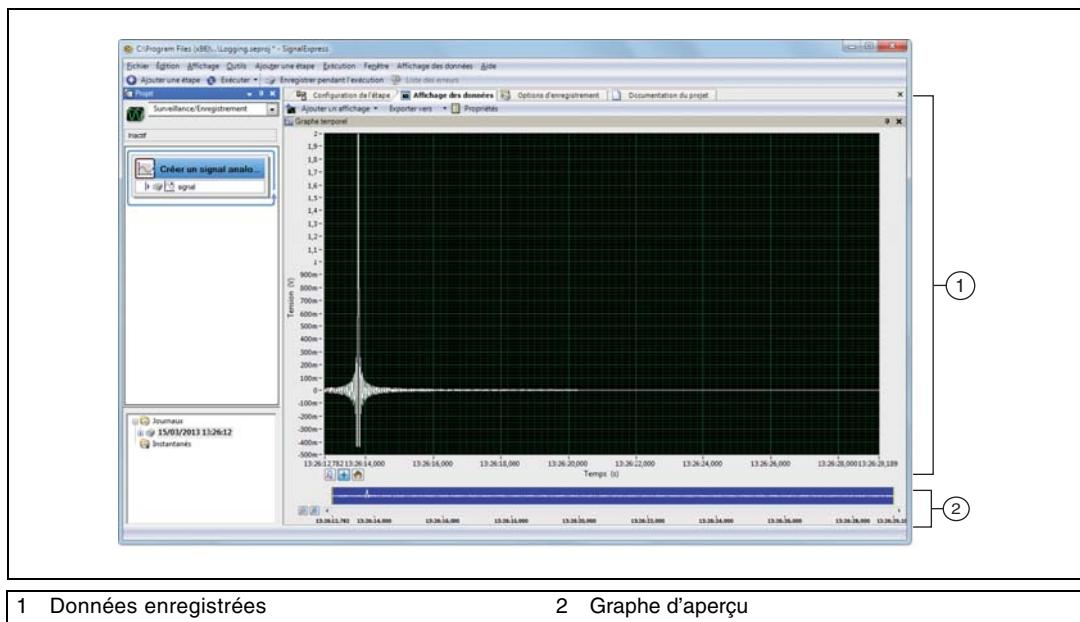

Figure 4-2. Logging.sepj
- La fenêtre **Données enregistrées** présente la liste de toutes les données enregistrées dans le projet actuel. Sélectionnez le journal de données que vous venez d'enregistrer dans la fenêtre **Données enregistrées** et faites-le glisser dans l'onglet **Affichage des données**. L'onglet **Affichage des données** affiche les données enregistrées et un graphe d'aperçu, comme le montre la figure 4-2 dans laquelle l'aide contextuelle est fermée. Il se peut que le signal qui apparaît sur l'onglet **Affichage des données** diffère du signal montré sur la figure 4-2 en fonction de la durée de votre enregistrement.